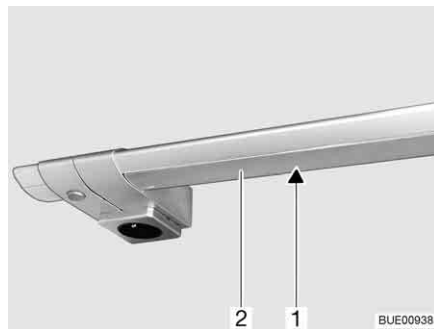

Fig. 242 Luce area cottura
- Comprimere leggermente con entrambe le mani la copertura (Fig. 242,2) e tirarla verso il basso. Iniziare ad estrarre tirando a destra o a sinistra.
- Rimuovere la lampada alogena ad incandescenza (Fig. 242,1).